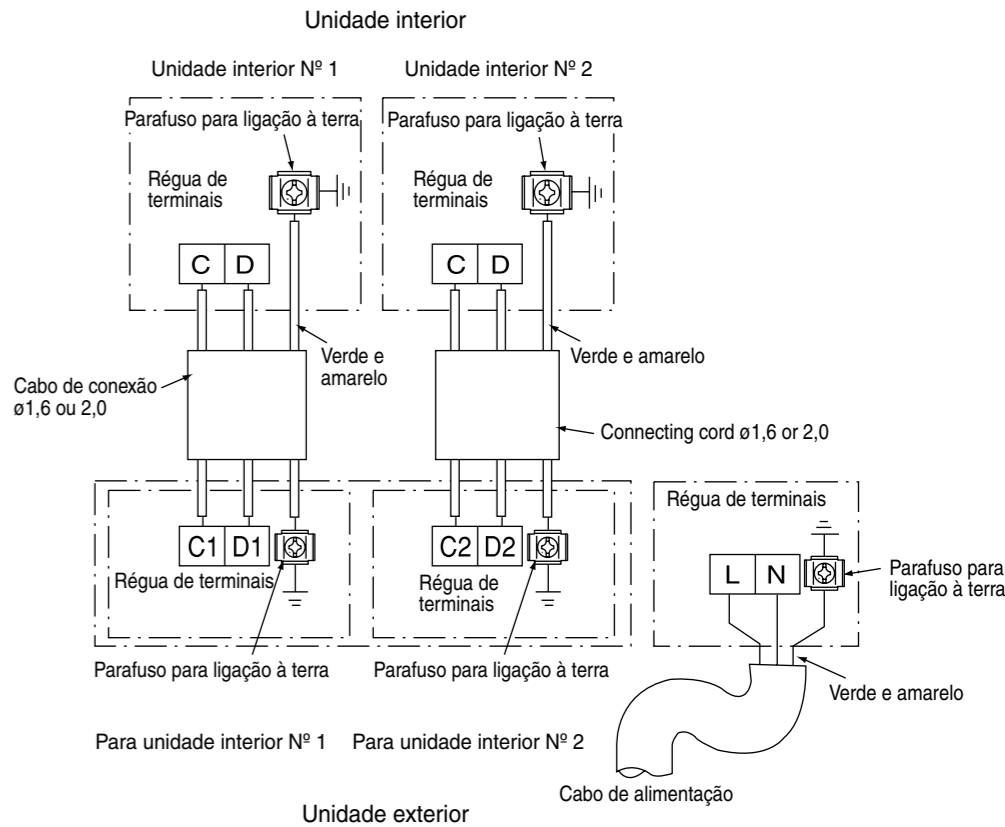

Fig. 3-1
- (1) Conectar os cabos eléctricos entre a unidade interior e a unidade exterior, de acordo com a Fig. 3-1. Não executar, de modo algum, a conexão dos cabos eléctricos erradamente.
- (2) Conectar os cabos de conexão à régua de bornes. Fixar os cabos com régua de terminais.
- O cabo de conexão deve ser ligado da maneira mostrada na Fig. 3-1, de maneira que o número da unidade interior corresponda com o número da unidade interior.